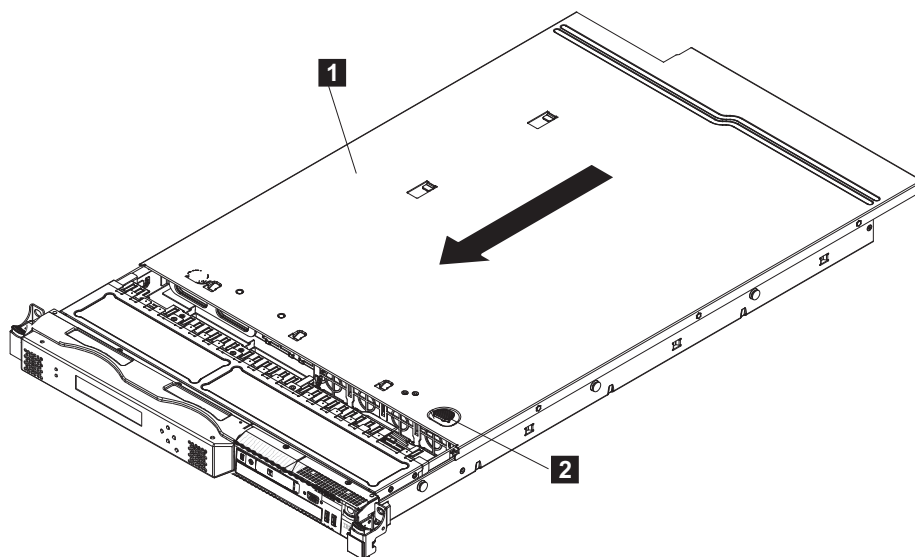

図 80. SAN ボリューム・コントローラー 2145-CG8 または 2145-CF8 カバーの再取り付け
4. 図 80 に示すように、カバーをノードの前面に向けてスライドさせます。